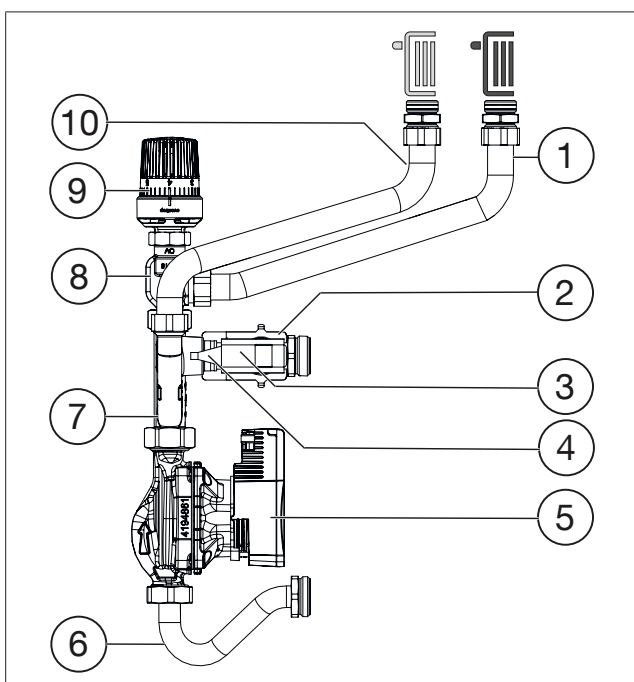
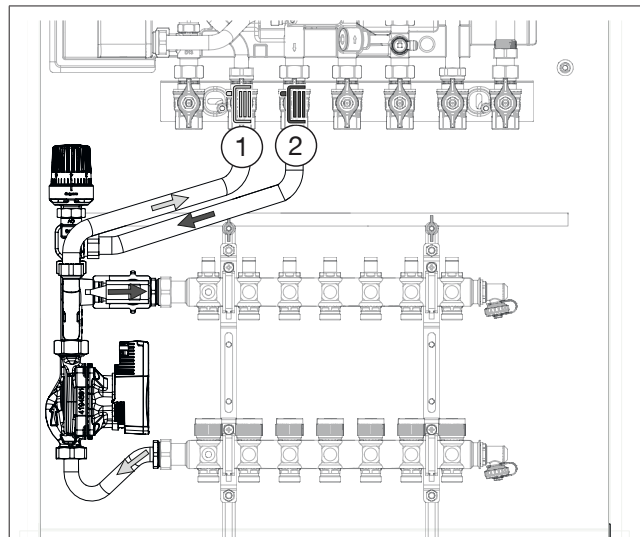

Fig. 2: Structura modului de reglare a temperaturii de tur
Fig. 4: Circulația apei de încălzire în modulul de reglare a temperaturii de tur
Temperatura dorită de pe țeava de tur se reglează cu ajutorul regulatorului de temperatură (vezi fig. 2 de la pagina 7 (9)). Dacă senzorul de contact (vezi fig. 2 de la pagina 7 (4)) detectează o temperatură prea scăzută a apei de încălzire, regulatorul de temperatură începe să deschidă ventilul (vezi fig. 2 de la pagina 7 (8)). Apa caldă curge din țeava de tur a modulului termic „Regudis W-HTE“ în modulul de reglare a temperaturii de tur și este amestecată acolo cu apa de încălzire existentă. La atingerea temperaturii de tur setate, regulatorul de temperatură începe să închidă ventilul. Pompa de înaltă eficiență (vezi fig. 2 de la pagina 7 (5)) asigură circulația apei de încălzire de la modulul de reglare a temperaturii de tur către fiecare circuit de încălzire al distribuitorului pentru încălzirea prin pardoseală (vezi fig. 4 de la pag. 8).
1. Racordați modulul de reglare a temperaturii de tur la distribuitorul pentru încălzirea în pardoseală (fig. 4 de la pagina 8). Atenție la racordarea corectă a turului și returului!
2. După montarea modului de reglare a temperaturii de tur, strângeți bine piulița olandeză (cuplu de 50 Nm). (Piulița olandeză a țevii din inox (vezi fig. 2 de la pag. 7 (6)) de pe latura de aspirație a pompei este strânsă doar manual.)
3. Deșurubați capacul de protecție și înșurubați regulatorul de temperatură pe ventil (vezi fig. 2 de la pag. 7).
7. Racordați turul și returul modului de reglare a temperaturii de tur la modulul termic „Regudis W-HTE“ (vezi fig. 4 de la pag. 8) cu ajutorul țevelor flexibile din inox. Pentru aceasta, folosiți garniturile plate incluse (vezi fig. 1 de la pag. 5).